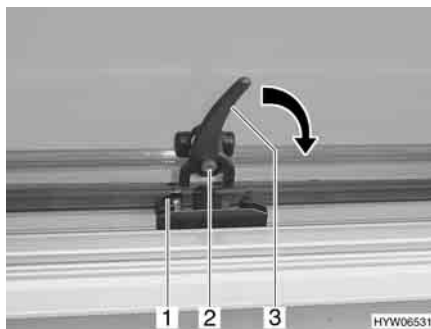

Fig. 52 Leva di serraggio in posizione "Aperto"
- Premere il bottone di sicurezza (Fig. 52,2) e mantenerlo premuto.
- Ruotare la leva di serraggio (Fig. 52,3) nella direzione della freccia di un quarto di giro verso il telaio della finestra.
- Ruotare la leva di serraggio (Fig. 52,3) di un quarto di giro verso il centro della finestra.
- Ruotare la leva di serraggio in senso antiorario. Il bloccaggio deve entrare nell'apertura sinistra (Fig. 52,1) del dispositivo di bloccaggio (Fig. 53).
- Rilasciare il bottone di sicurezza (Fig. 52,2).